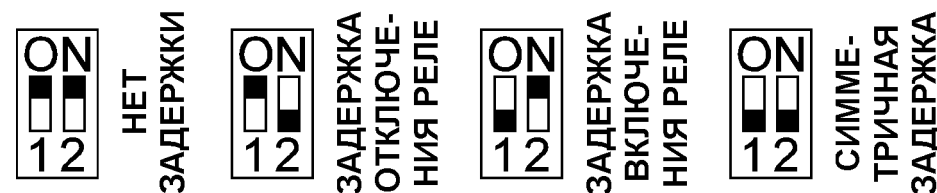

Рис. 5. Внутренние переключатели датчика.
Задержка между появлением (пропаданием) сигнала и переключением контактов реле задается регулятором «Время» и состоянием переключателей 1 и 2. Если необходима только задержка на включение или задержка на выключение реле, то размыкается один из переключателей, при необходимости симметричной задержки - оба. Состояние переключателей показано на рис. 5.
4. Установить переключатели времени задержки в положение «Нет задержки» (рис. 5).
9. Установить переключатели времени задержки в соответствие с рис. 5. Регулятором «Время» следует установить задержку на переключение контактов реле.